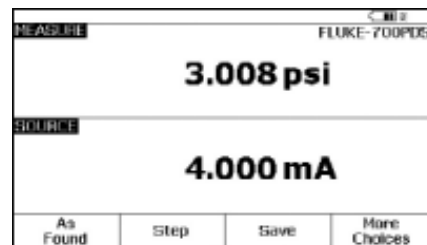

图 15.
5. 接着按一次“MEAS/ SOURCE”(测量/输出)按钮，将处于分屏模式(图 15)。